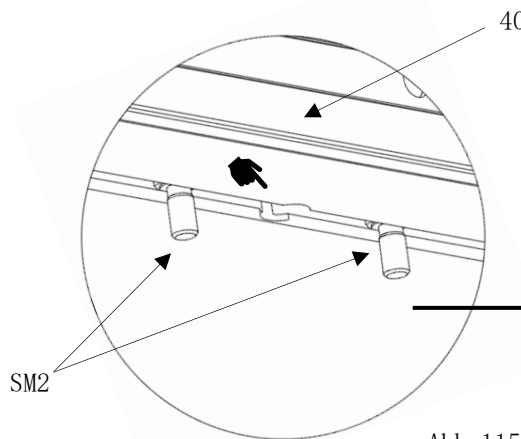

Abb. 115
- **Detail U:** der Kopf der Sechskantschrauben (Pos. SM2) wird in die Montage-Bohrungen der beiden Dachfenster Abschlussprofile (Pos. 40.3) eingeführt. (Abb. 115)